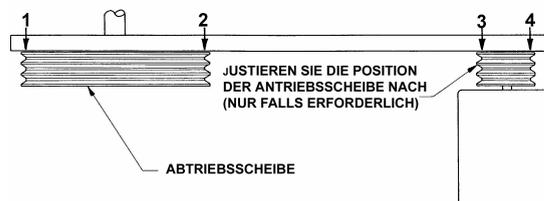

Abb. 18 – Überprüfen der Riemenscheibenausrichtung (Ansicht von oben)
8. Zur Endkontrolle kann ein Lineal von Antrieb- zur Abtriebscheibe gelegt werden, wobei so eine 4-Punkt-Auflagefläche entstehen sollte (siehe Abb. 18). Ansonsten muss die Antriebscheibe nachjustiert werden.